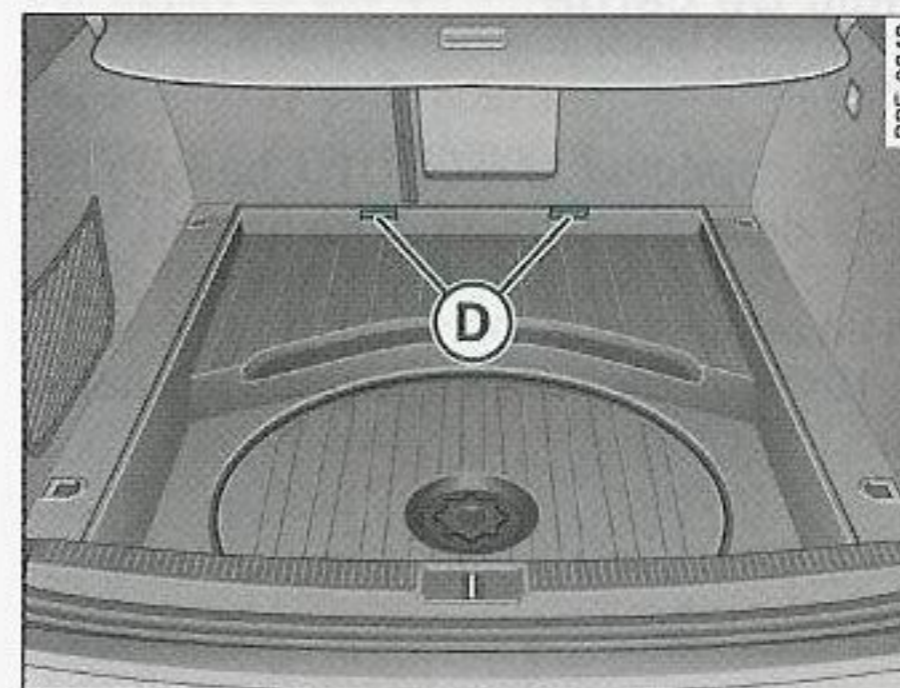

Fig. 104 Superficie de carga ampliada
- Extraiga la superficie de carga de los soportes (D) ⇒ *página 117, fig. 104* y tire de ella en dirección a la parte trasera del vehículo.